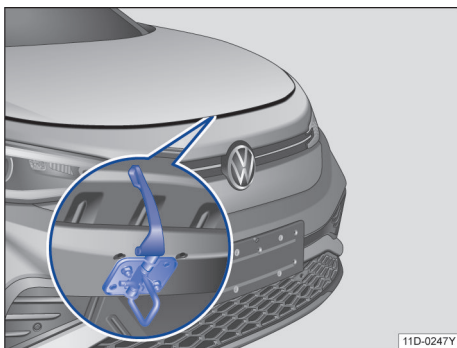

图 155 散热器格栅上方用于打开前舱盖的拉杆
- 拨动前舱盖前部中央的开启拉杆，抬起前舱盖并将其打开→图 155→▲